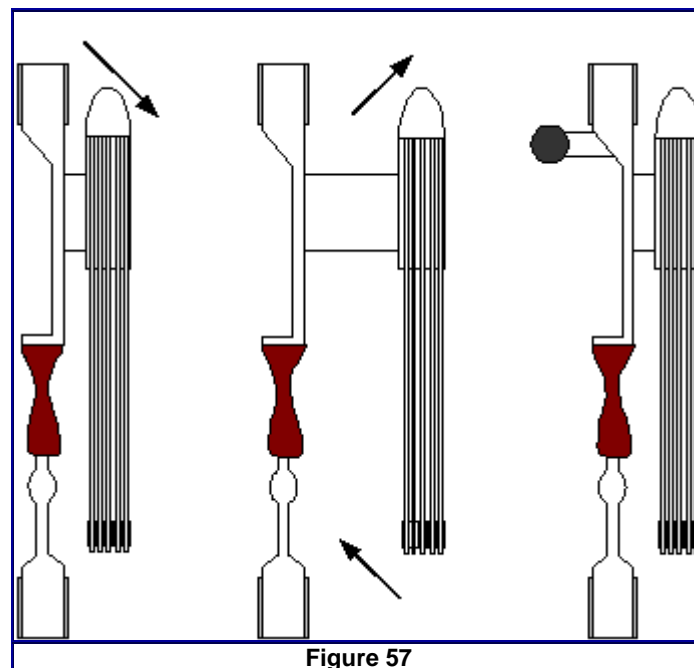

Figure 57
- Plus qu'un long discours la Figure 57 montre le déséquilibre, compensé ou non, occasionnée par un carquois d'arc.